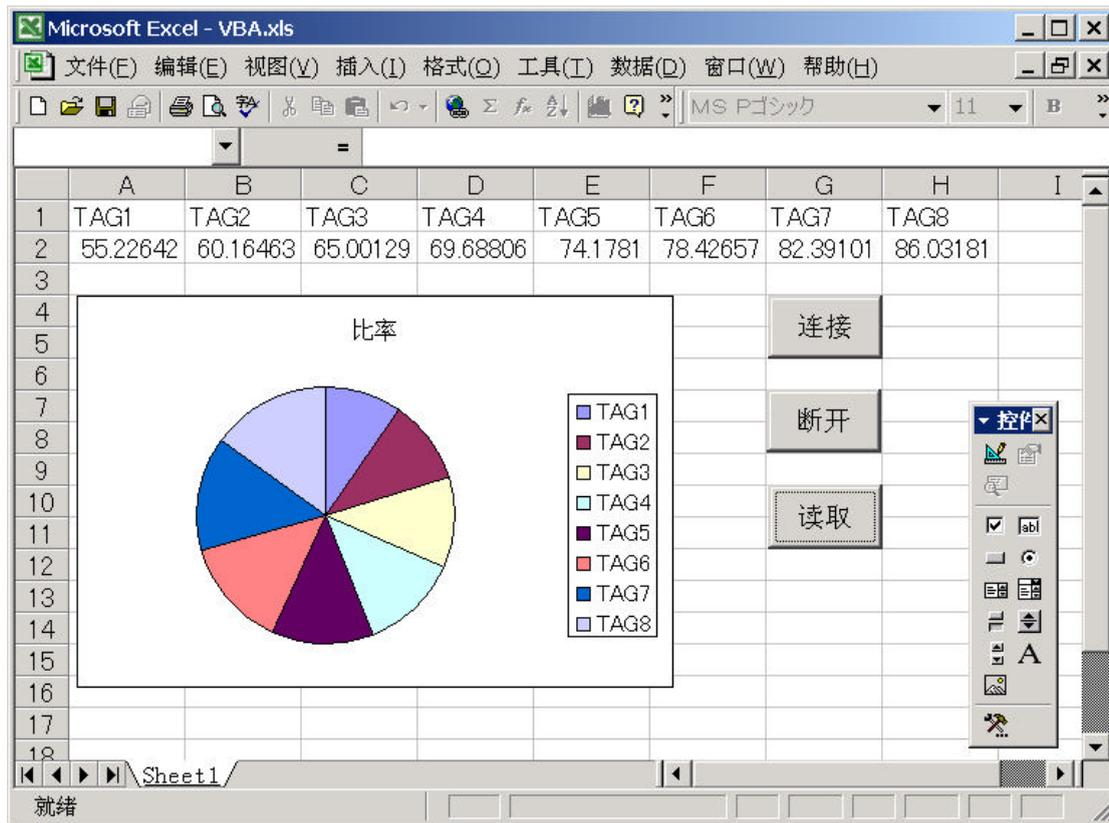

图 4-19 运行画面
- 2) 按下[读取]命令按钮，从OPC服务器读取的各个OPC标签的数值表示在单元格A2到H2，同时以这些单元格的数据为数据源的饼图也被更新（图4-19）。